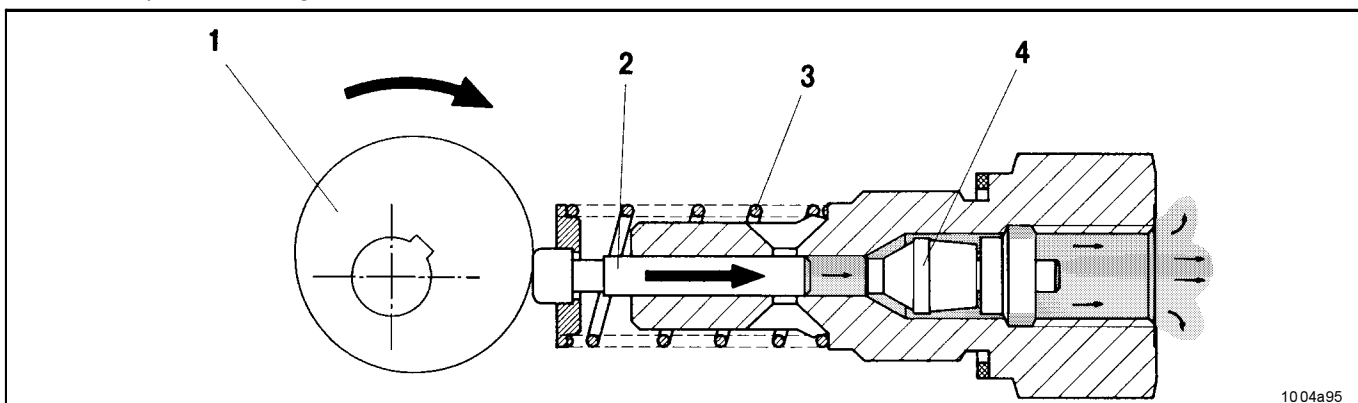

Abb. 2-3 Pumpenelement fördert
- fördert der Kolben 2 den Schmierstoff über Verteiler zu den angeschlossenen Schmierstellen (Abb. 2-3).